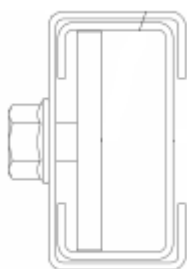

Figure 10
- La barre d'écartement est installée enfilez les deux profils intérieurs dans la barre d'écartement (figure 10).